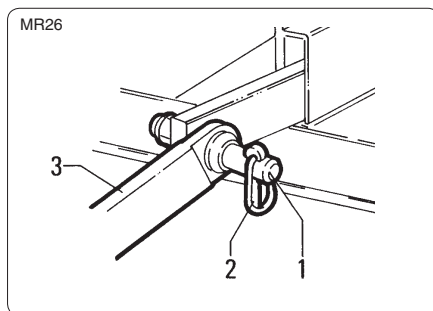

fig. 4.2.1
- *Den Schlepper im Rückwärtsgang an den Rasenmäher annähern. Dabei die unteren Lenker des Schleppers auf die beiden seitlichen Kupplungspunkte "1" Abb. 4.2.1. ausrichten.*
- Fissarli inserendole relative copiglie di sicurezza "2" fig. 4.2.1.